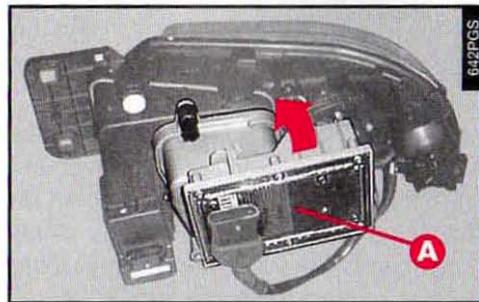

fig. 143
- Tourner vers le haut et sortir la centrale d'allumage lampe (A-fig. 143), sans débrancher le connecteur électrique.
— Introduire la centrale d'allumage lampe (**A-fig. 143**) et la bloquer en la tournant vers le bas.